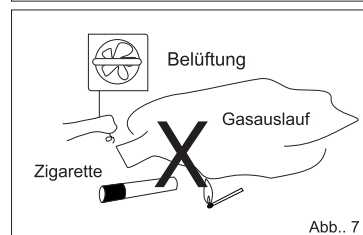

Abb.. 7
- Vermeiden sie An- und Ausschalten von Schalter, Streichholz anzünden oder Verwenden von Feuerzeuge in der Nähe des Gerätes. (Abb.7)